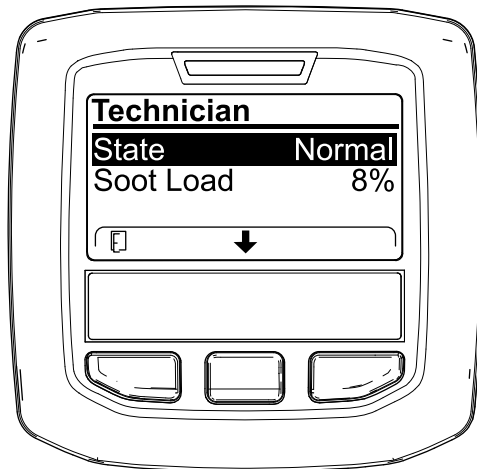

图9
- 使用 DPF 操作表了解 DPF 操作的当前状态 (图9)。